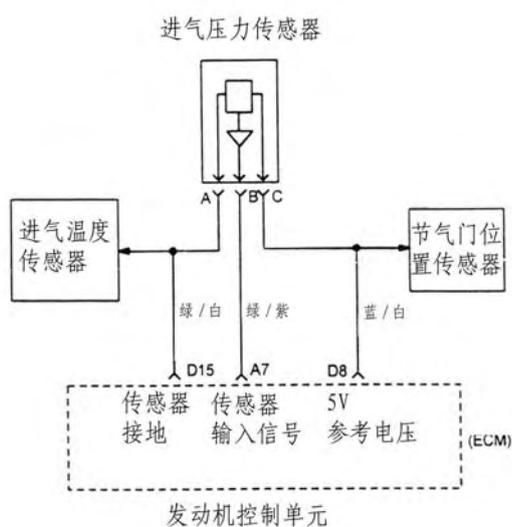

Fig.4-5a)
2) Intake temperature/pressure sensor (Fig4-5a) ,Fig. 4-5b))